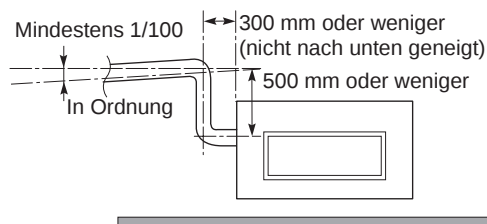

Abb. 3-15
- Sicherstellen, dass die Ablauföffnung vom Verbindungsabschnitt nicht nach unten geneigt ist (kann zu ungewöhnlichen Geräuschen führen). (Abb. 3-15)
- Wenn es erforderlich sein sollte, die Höhe des Ablaufrohrs zu vergrößern, kann der Bereich unmittelbar nach der Anschlussstelle um maximal 500 mm angehoben werden. Der Anschluss darf nicht um mehr als 500 mm höher gestellt werden, da hierdurch Undichtigkeiten entstehen können. (Abb. 3-15)